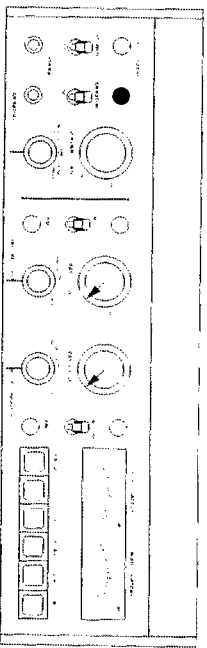

Fig. 6.4-18
- Bedienungselemente nach Fig. 6.4-18 einstellen.
Set operating controls as per fig. 6.4-18.
- Effectuez les commutations selon la fig. 6.4-18.